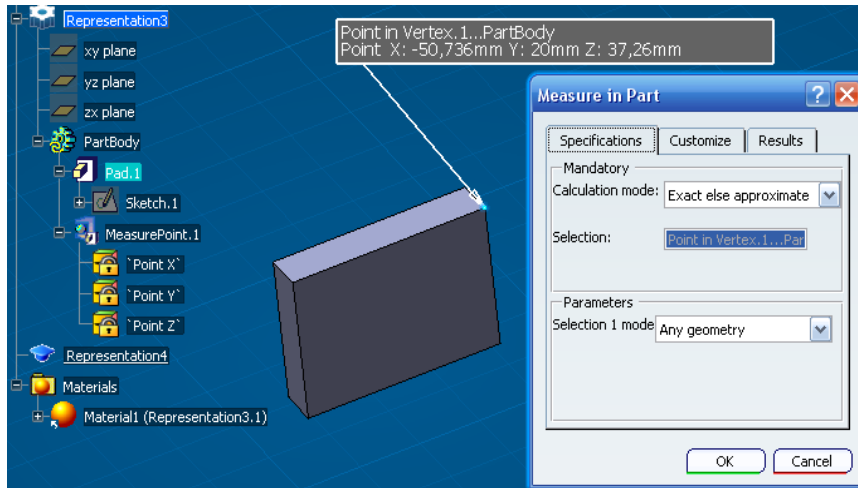

Ilustración 309: Posición de un punto del sólido.
**Measure Item:** esta herramienta permite medir longitudes de líneas, superficies, posición de un punto, etc. En el ejemplo de la Ilustración 309, se ha buscado la posición de un punto del sólido.